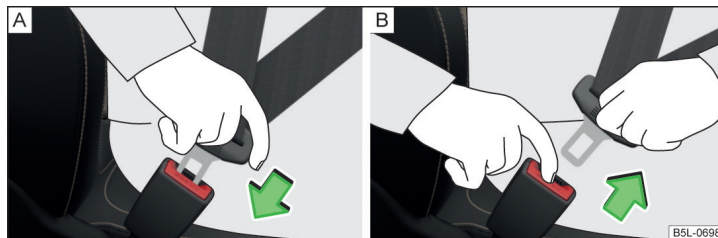

Fig. 19 Allacciamento / sganciamento della cintura di sicurezza
- › Infilare la linguetta nella fibbia del sedile » fig. 19 - [A] finché non si aggancia in maniera udibile.
- › Afferrare la linguetta e premere il tasto rosso sulla fibbia della cintura » fig. 19 - [B], la linguetta sarà espulsa.